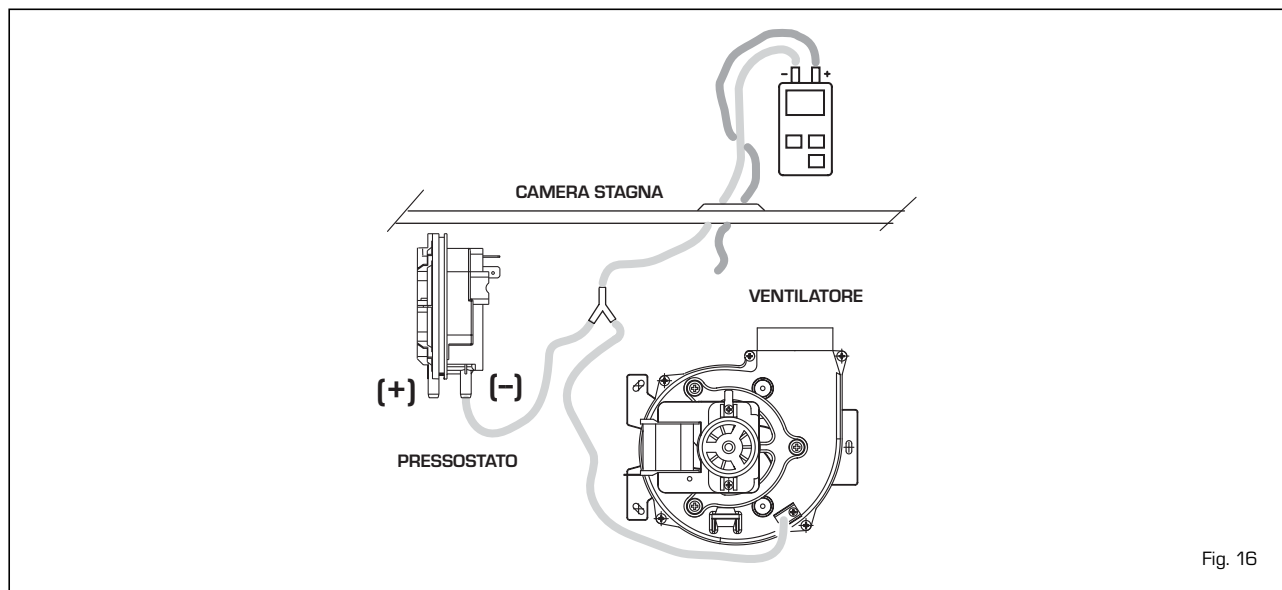

Fig. 16
3.9 PRESSOSTATO FUMI VERS. BF (fig. 16)
in grado di garantire la funzionalità della caldaia anche con tubazioni di aspirazione e scarico al limite massimo di lunghezza consentita. Il valore di segnale al pressostato viene misurato con un manometro differenziale collegato come indicato nella fig. 16.